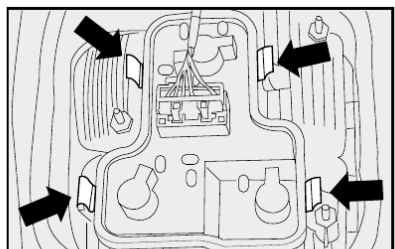

fig. 16
4) Pressionar as travas indicadas pelas setas **fig. 16** e retirar o porta-lâmpadas.